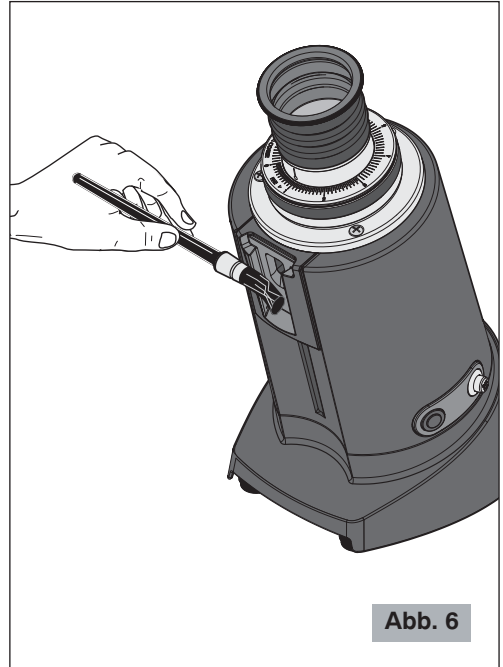

Abb. 6
- Den mitgelieferten Pinsel (12 Abb. 2) zum Reinigen der unzugänglichen Stellen im Inneren benutzen (siehe Abb. 6).